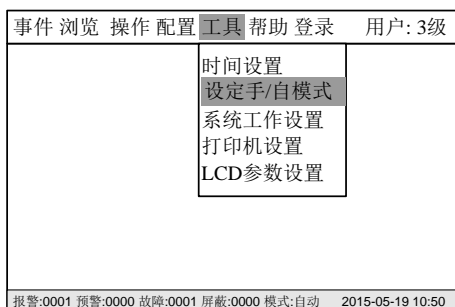
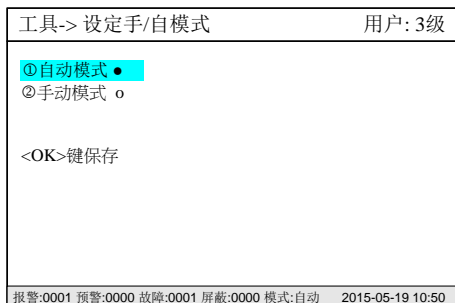

图 24-2
图 24-3
2. 按“→”键选择“工具”子菜单（图 24-2），选择“设定手/自模式”，然后按“OK”键，设置窗口显示（图 24-3）。